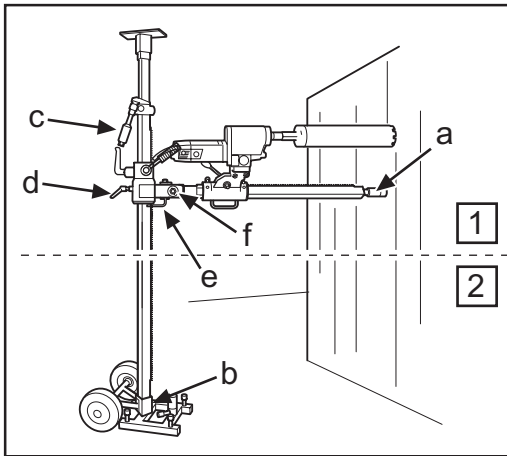

Fig.3
8. Kontrollera borkronans läge. Skruva in stämpskruven mot väggen för att fixera borrarparen. Säkra med låsmutter 30 mm (a) (Fig. 3), använd en träregel som mellanlägg.
8. Kontrollér borekronens placering. Skru stempelskruen ind mod væggen for at fiksere boresøjlen. Det sikres med en 30-mm-låsemøtrik (a) (Fig. 3); brug et stykke træ som mellemlæg.
8. Kontroller borkronens stilling. Skru inn søyleskruen mot veggen for å fiksere borsøylen. Sikre med låsemutter 30 mm (a) (Fig. 3), bruk en treplanke som mellomlegg.